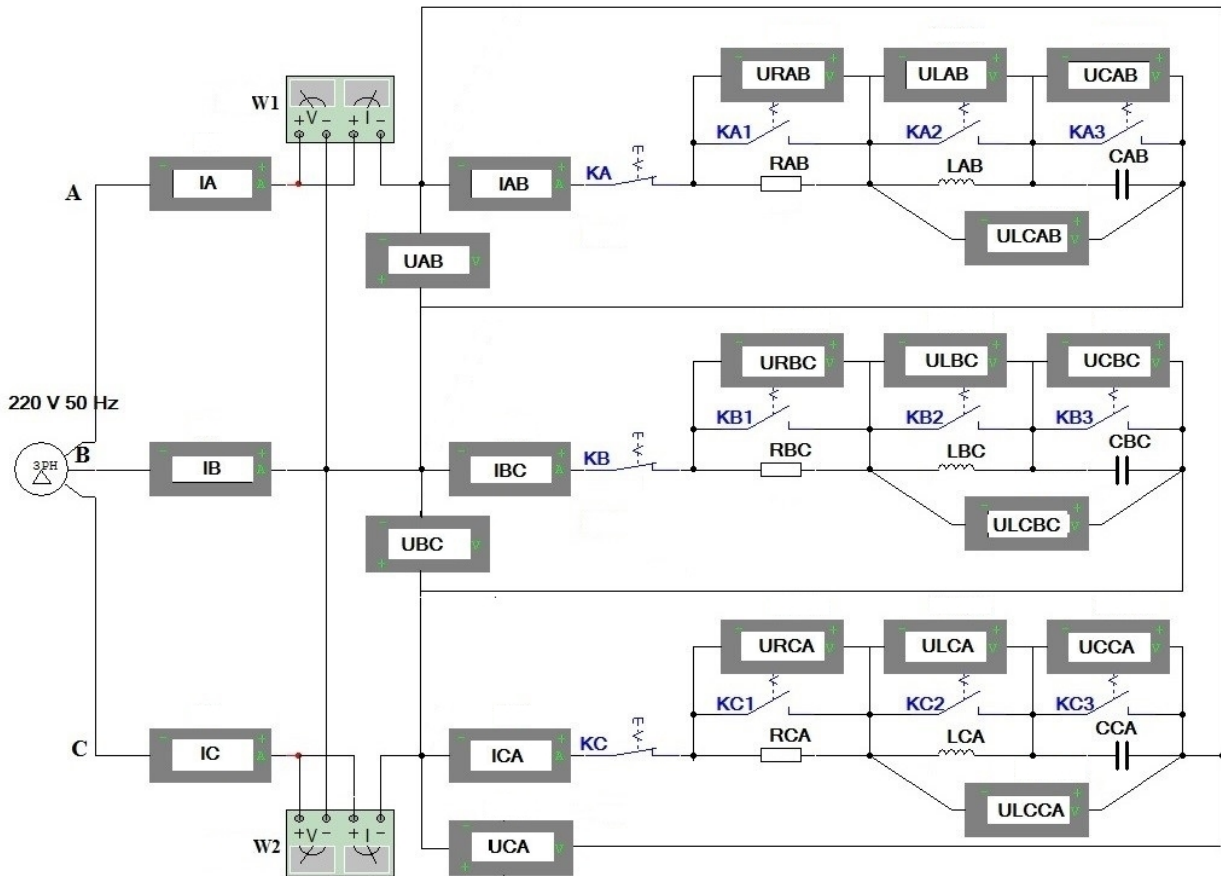

Рис. 4.2
1. Собрать в MultiSim схему трехфазной электрической цепи при соединении генератора и потребителей треугольником (рис. 4.2). Возможно также использовать копию примера, поскольку схема одна и та же для всех вариантов задания.
3. Выполнить исследование трехфазной электрической цепи треугольник – треугольник (рис. 4.2) при изменении положения ключей, согласно заданному варианту и заполнить табл. 4.3 и 4.4. Измерения выполнить в MultiSim. Расчеты выполнить любым способом, включая компьютерные приложения: MathCad, Excel и другие.
- Исследованную электрическую схему с указанием характеристик всех элементов и показаниями приборов для номинального режима работы (рис. 4.2).